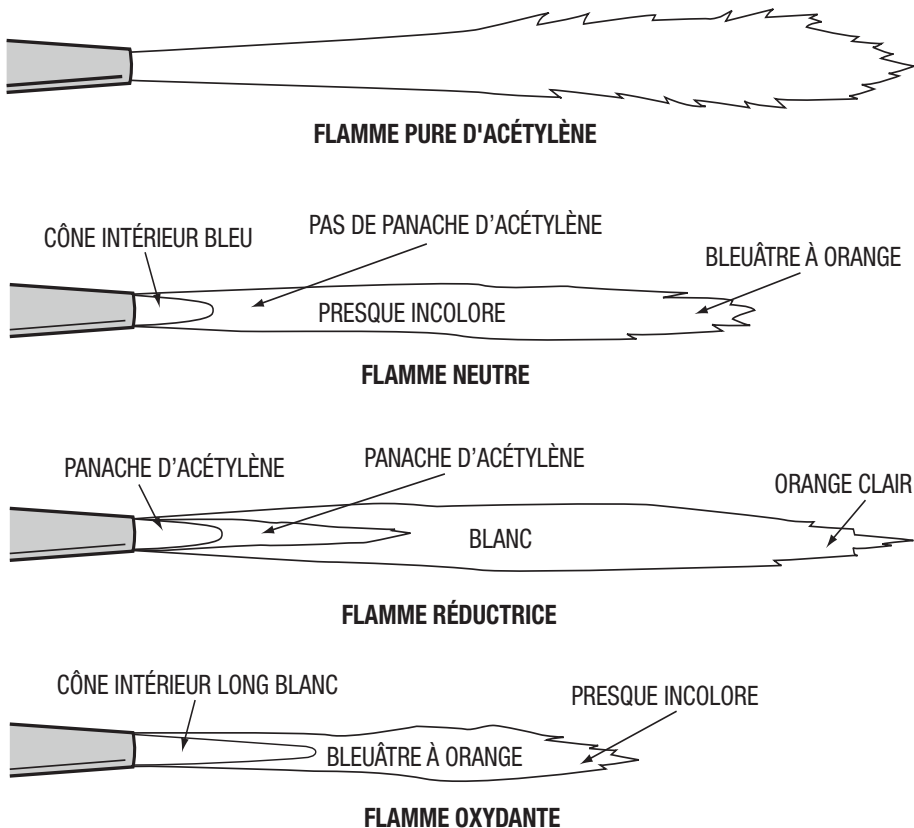

Figure 12 : Flammes de soudage à l'acétylène
8. Ouvrez le robinet d'oxygène du chalumeau jusqu'à l'apparition d'une flamme neutre vive. (voir la figure 12).